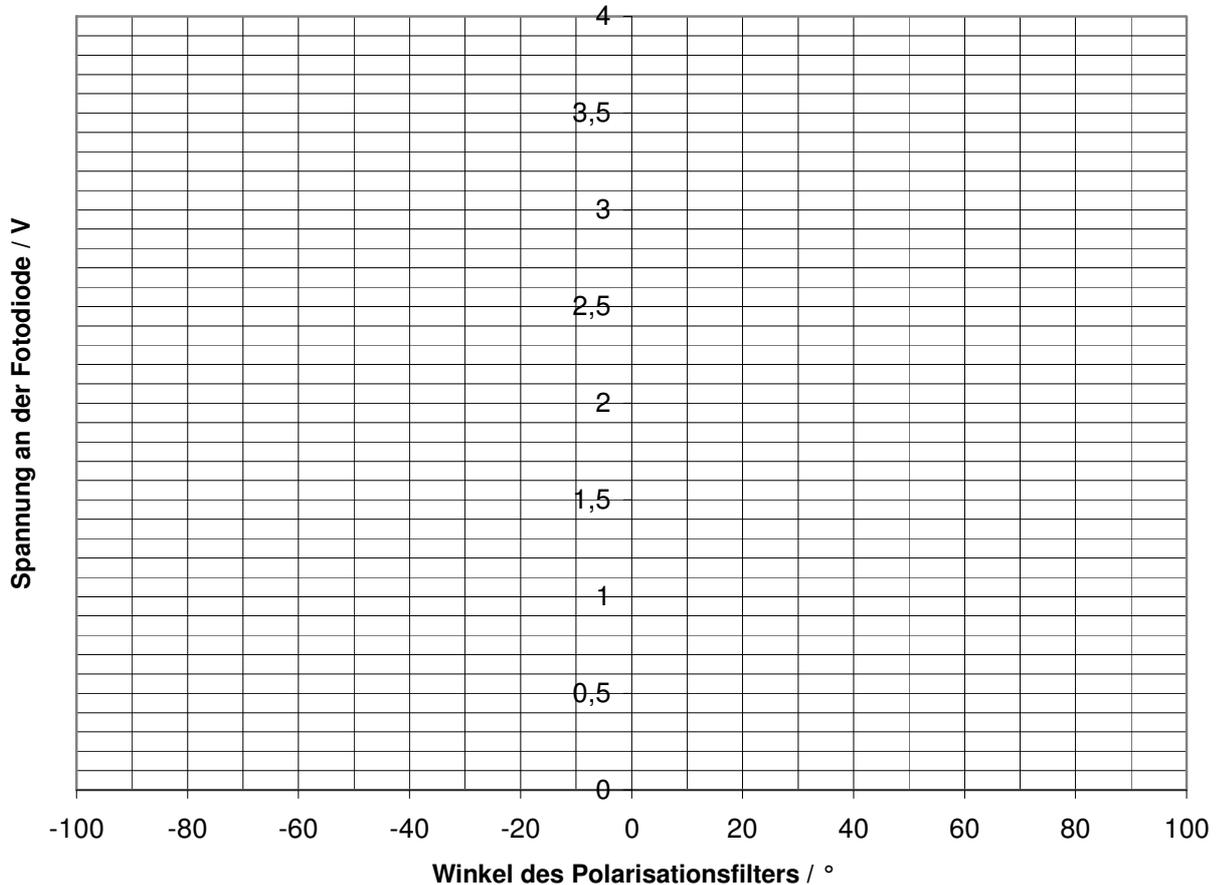

Abb. 2: Graphische Darstellung der Messergebnisse
1. Tragen Sie die Messwerte aus Tabelle 1 in das Diagramm (Abbildung 2) ein.